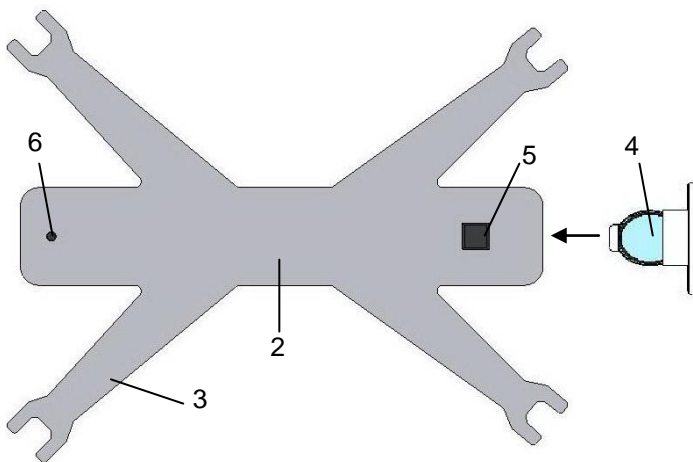

Рис. 1
СНК (рис. 1) устанавливается в каски фирм PELTOR, UVEX, COM3 и другие. СНК представляет собой гибкую вставку 2, фиксируемую враспор внутри каски 1 с помощью вилок 3. Установка СНК не требует доработки и изменения конструкции каски.
3.2. Установить элемент питания 4. Держатель элемента питания размещен с торца вставки в затылочной части. Установку нового элемента необходимо проводить соблюдая полярность как показано на рис. 1.
3.3. Осуществить контроль исправности СНК нажатием кнопки 5 (рис. 1). В исправном СНК должна прозвучать серия коротких звуковых импульсов.
3.4. Вынуть внутреннюю оснастку и вставить СНК внутрь каски. Возвратить внутреннюю оснастку каски на прежнее место и раскрепить СНК с помощью упорных вилок 3 (рис.1).
4.4. С помощью СНК можно с земли провести проверку наличия напряжения на проводах воздушных линий электропередачи напряжением 6-10 кВ. Для этого следует СНК поднять над головой, прикасаясь при этом, для повышения чувствительности, пальцем к контакту-заклепке 6 (рис. 1).